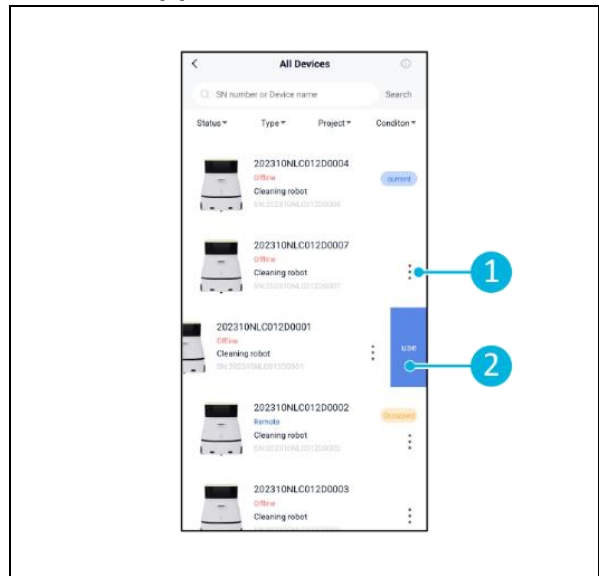

Abbildung 19
3. Wählen Sie die [\[drei Punkte\]](#) (Abbildung 19, Pos. 1).
4. Wählen Sie [\[verwenden\]](#) (Abbildung 19, Pos. 2).